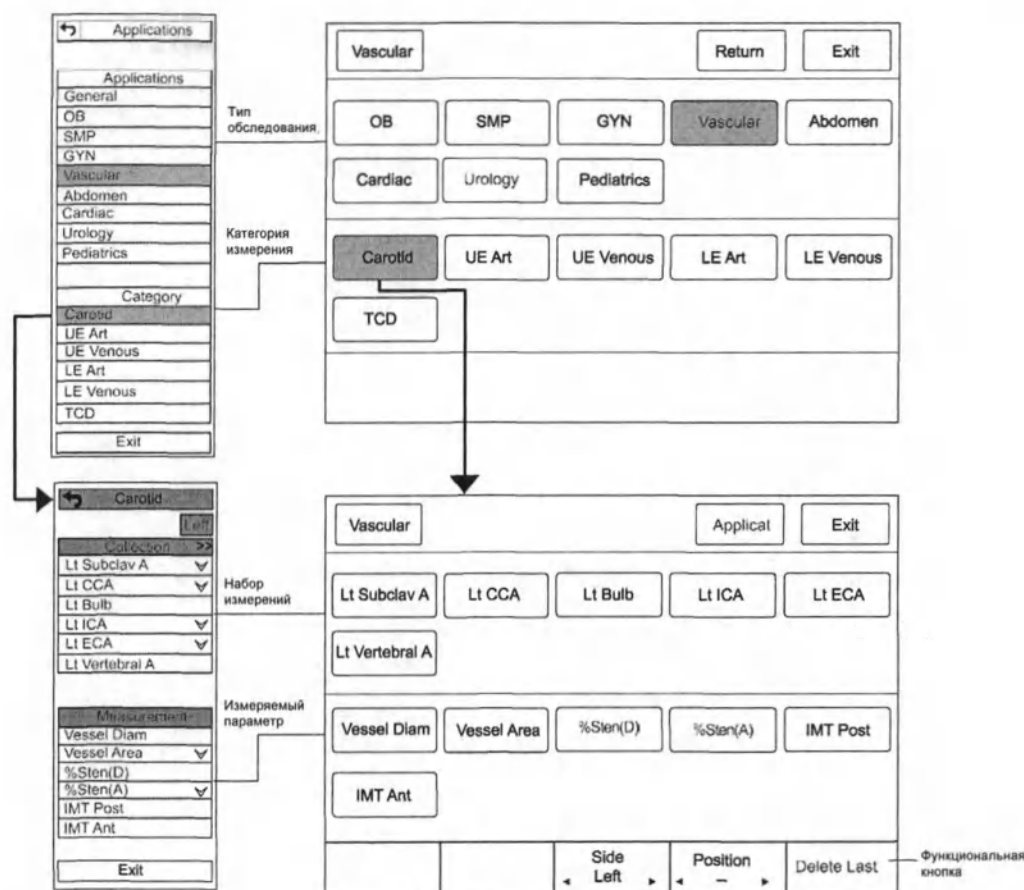

Рисунок 1-2 Меню измерений
- Нажмите клавишу **Calc** (Расчет) на панели управления, чтобы отобразить меню измерения конкретной области применения в левой части монитора и сенсорного экрана соответственно. В описании ниже в качестве примера берется меню сосудистого измерения (как показано на рис. 1-2).